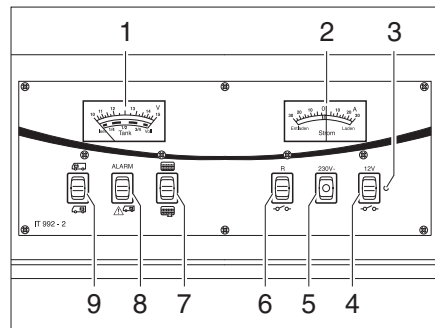

Fig. 169 Panel IT 992
Observar la escala superior del instrumento indicador V/depósito (Fig. 169,1). El instrumento indicador se ilumina automáticamente al accionar el interruptor.
- Pulsar el interruptor basculante (Fig. 169,9) por arriba "☐": Indica la tensión de la batería del motor de arranque.
- Pulsar el interruptor basculante (Fig. 169,9) por abajo "☐": Indica la tensión de la batería del habitáculo.
Observar la escala inferior del instrumento indicador V/depósito (Fig. 169,1). El instrumento indicador se ilumina automáticamente al accionar el interruptor.
- Pulsar el interruptor basculante (Fig. 169,7) por arriba : Indica la cantidad de agua.
- Pulsar el interruptor basculante (Fig. 169,7) por abajo : Indica la cantidad de aguas residuales.
La luz roja de ALARMA (Fig. 169,8) parpadea en cuanto la tensión de la batería del habitáculo baja de 11 V (medición durante el servicio) y hay peligro de descarga completa.
El instrumento indicador (Fig. 169,2) indica constantemente la corriente actual suministrada por la batería. El instrumento indicador se ilumina automáticamente al accionar el interruptor.
El interruptor principal de 12 V (Fig. 169,4) conecta y desconecta el panel y la alimentación de 12 V del habitáculo.
- Pulsar el interruptor basculante (Fig. 169,4) por arriba "  ": La alimentación de 12 V del habitáculo está conectada. La luz de control (Fig. 169,3) se enciende de color verde.
- Pulsar el interruptor basculante (Fig. 169,4) por abajo "  ": La alimentación de 12 V del habitáculo está desconectada. La luz de control (Fig. 169,3) se apaga.
Se enciende la luz de control de 12 V (Fig. 169,3) cuando se conecta el interruptor principal de 12 V (Fig. 169,4).
Se enciende la luz de control de 230 V (Fig. 169,5) amarilla cuando hay tensión de red en la entrada del bloque eléctrico.
- Pulsar el interruptor basculante (Fig. 169,6) por arriba: La bomba de agua está conectada.
- Pulsar el interruptor basculante (Fig. 169,6) por abajo "  ": La bomba de agua está desconectada.
- Pulsar el interruptor basculante (Fig. 169,6) por arriba: La bomba de circulación está conectada.
- Pulsar el interruptor basculante (Fig. 169,6) por abajo "  ": La bomba de circulación está desconectada.